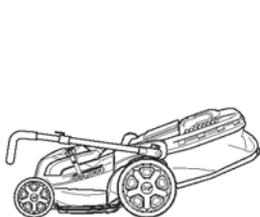

Fig.14
- > Répétez les étapes 1 et 2 pour faire pivoter le guidon en position de rangement (Fig.14).
- > Ouvrez le déflecteur [9], maintenez-le en position et insérez l'accessoire de paillage [20] dans la goulotte d'éjection arrière [19] (Fig. 14). Assurez-vous que la poignée [20a] s'enclenche en position.